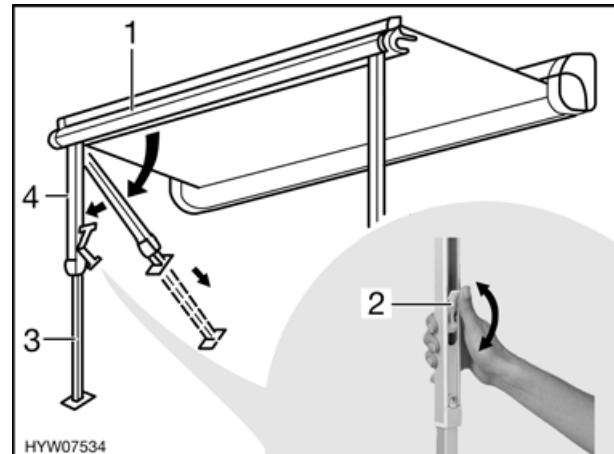

Bild 26 Stützfüße aufstellen
- Die Stützfüße (Bild 26,4) aus der Frontleiste (Bild 26,1) herausklappen und aufstellen.
- Die Verriegelung an den Stützfüßen öffnen. Dazu den Verriegelungshebel (Bild 26,2) nach oben umlegen.
- Den unteren Teil der Stützfüße (Bild 26,3) bis zur gewünschten Länge herausziehen.